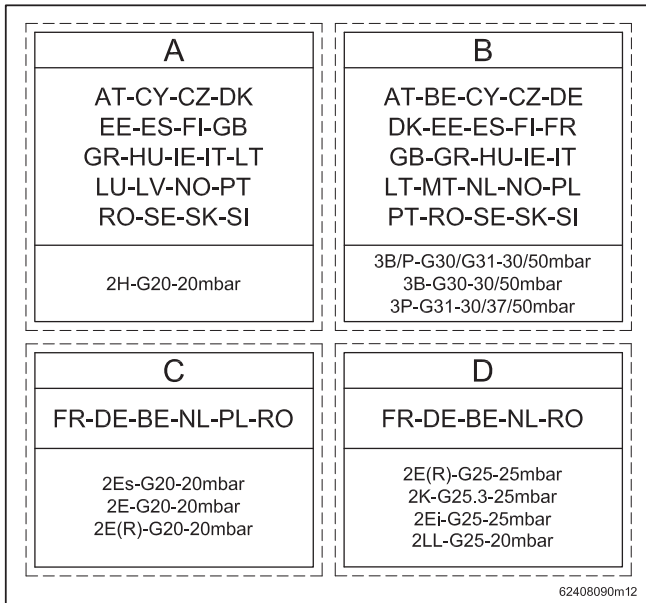

Figure 16-7 - Étiquettes indiquant le nouvel état de réglage de l'appareil
- 18.- appliquer dans la chemise frontale de l'appareil, à la place de l'étiquette qui identifiait l'ancien état de réglage, la plaque auto-adhésive (voir la figure 16-7), attestant le nouvel état de réglage de l'appareil, de la manière suivante : appliquer l'étiquette "B" si l'appareil a été converti du méthane au GPL ; appliquer l'étiquette "A" si l'appareil a été converti du GPL au méthane.
- 8.- appliquer dans la chemise frontale de l'appareil, à la place de l'étiquette qui identifiait l'ancien état de réglage, la plaque auto-adhésive (voir la figure 16-7), attestant le nouvel état de réglage de l'appareil, de la manière suivante : appliquer l'étiquette "B" si l'appareil a été